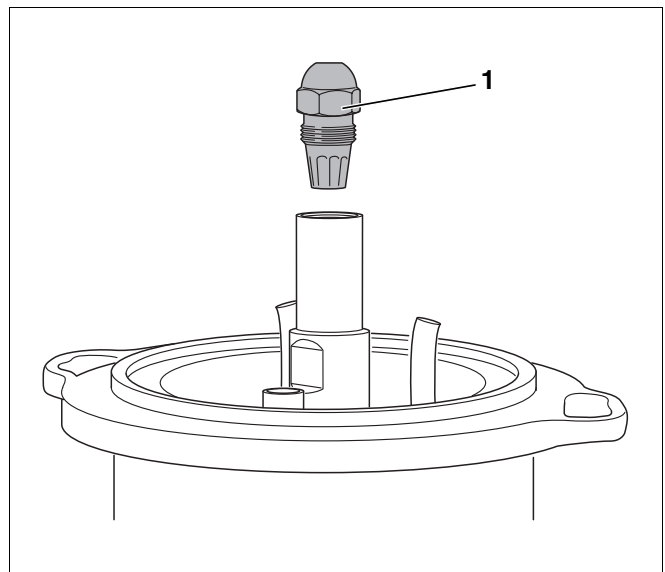

Рис. 29 Демонтаж форсунки
- Открутить форсунку (рис. 29, поз. 1) двумя гаечными ключами SW 16 и SW 19.
- Открутить форсунку (рис. 29, стр. 34).